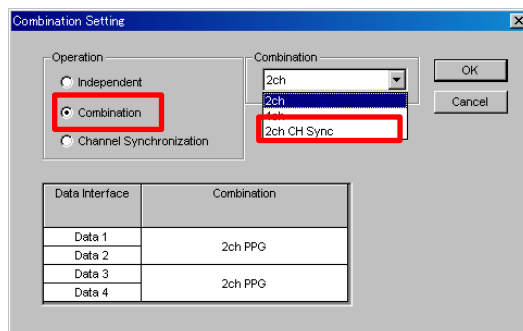

Fig.4 Combination Setting
- 1) Multi-channel PPG 間の信号発生タイミングを合わせるため、Combination Settingを行います。MU183021A 32Gbit/s 4ch PPG は、お客様の使用状況により Independent, Combination, CH Synchronization の 3 つの信号発生モードを選択可能です。(Fig.4)